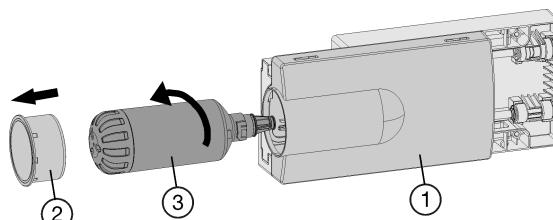

Fig. 49
- Si nécessaire, retirer le tiroir Fig. 49 (1).
- Enlever le couvercle du filtre Fig. 49 (2).
- Tourner le filtre à eau Fig. 49 (3) d'env. 100 ° vers la gauche puis le retirer.